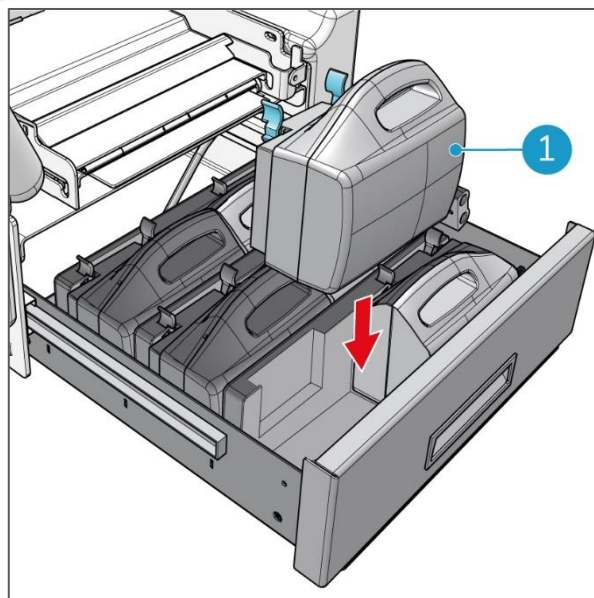

Figura 15
4. Posizionare le batterie nel vano batterie. Quando si avverte un "clic", sono bloccate in posizione (Figura 15, pos 1).